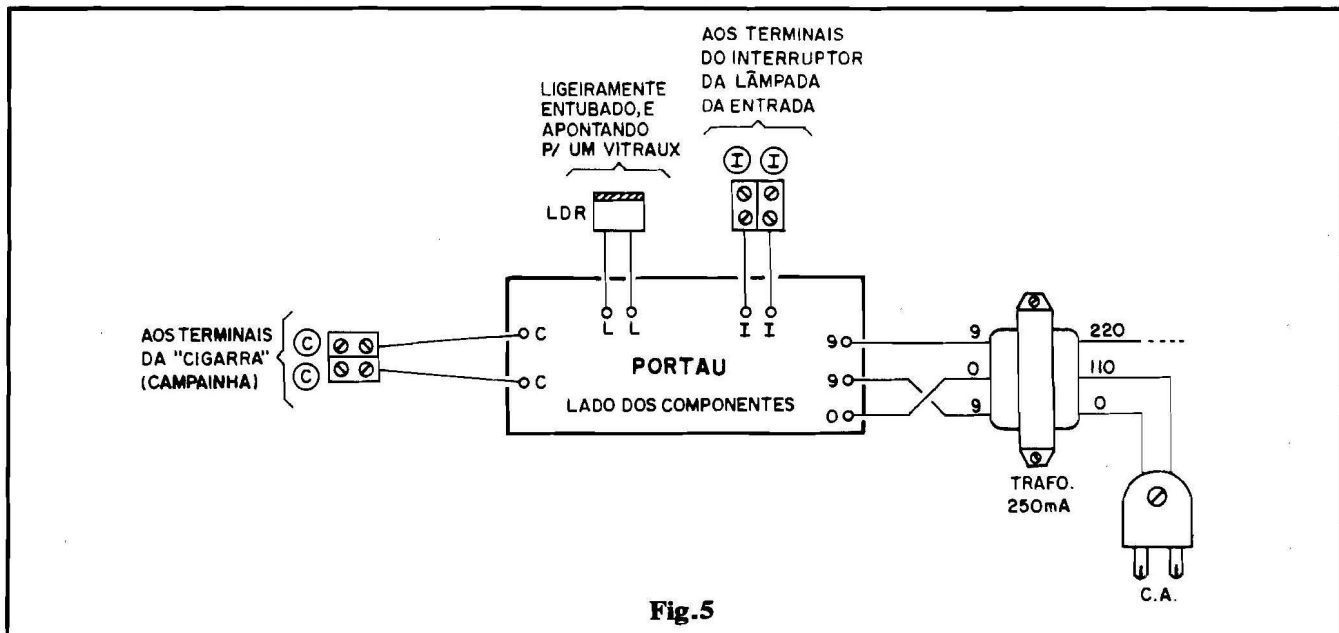

Fig.5
- FIG. 5 - CONEXÕES EXTERNAS À PLACA - As ligações e componentes "periféricos" têm seu diagrama geral na figura... Observar as ligações do **secundário** do trafo, obedecendo às posições marcadas com "9-0-9" (e que exigem um "cruzamento" de fios, conforme se vê...). As conexões do **primário** do trafo ao "rabicho" estão, na figura, con-